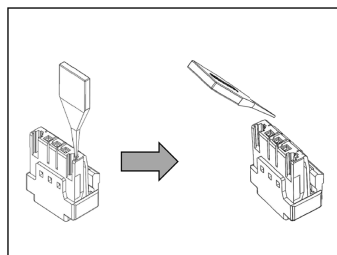

図3
- (3) ホールド部を傾けてキー先端を折り取ってください。(図3)